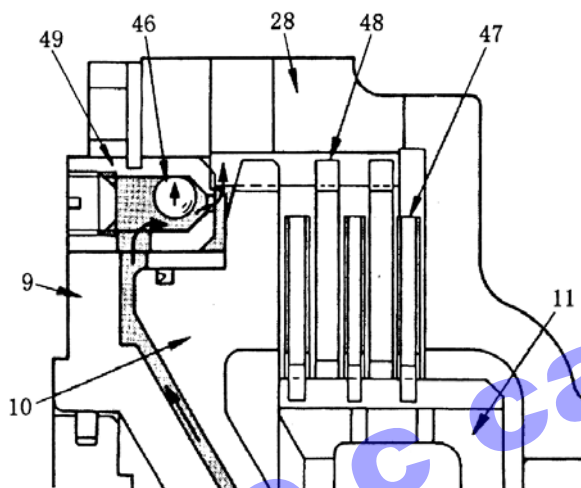

Рис. 5-21.
(2) Выключение муфты (Рис. 5-21)